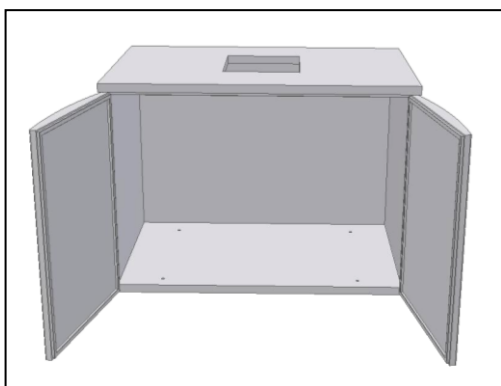

Fig. 8
- Fixer **les portes (droite et/ou gauche)** aux panneaux du fond et du plafond (Fig.8);